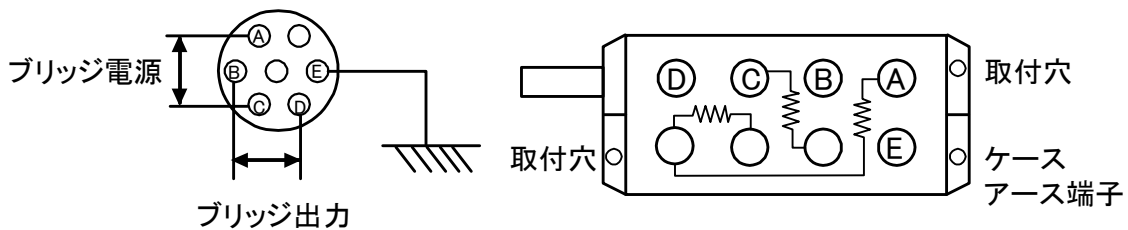

図4-1 ブリッジボックス概観
(1) 設置方法
B)固定する場合には図4-1に示す取付穴を利用してビス止めします。
- A) コネクタの結線は、図4-1に示すようにピン番号A、Cがブリッジ電源の供給で、B、Dが動ひずみ測定器への入力となります。Eはコモン端子です。